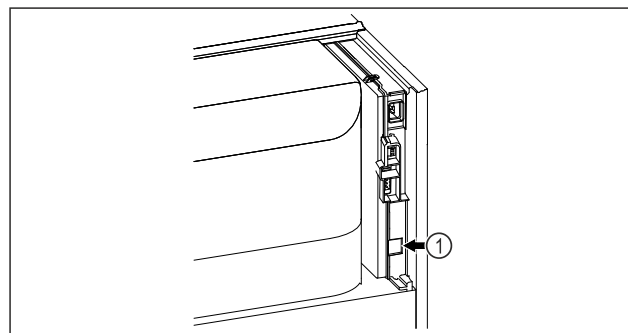

Fig. 94
- Se utiliza SmartModule Fig. 94 (1).